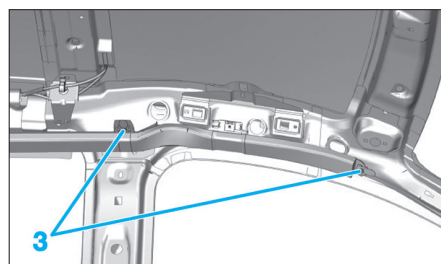

Fig. 10
- Déposer les vis (3) (Fig.10).